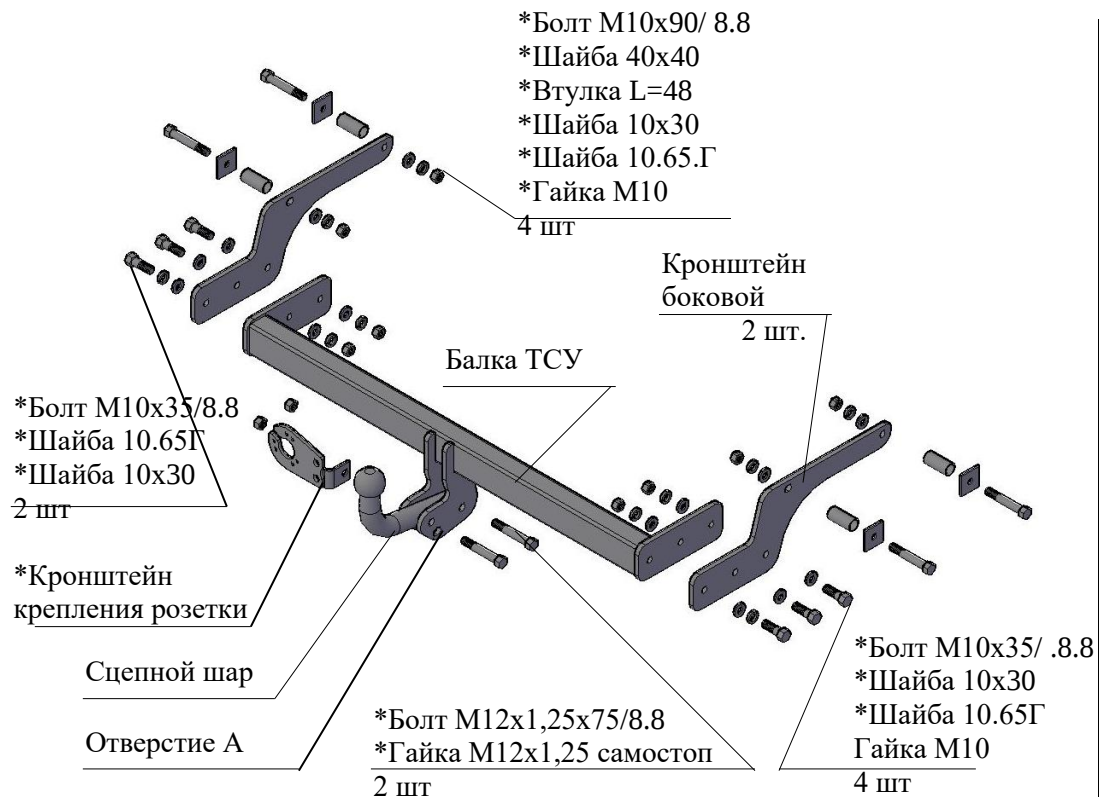

Рис.1 Тягово-сцепное устройство ТСУ 9011.
2.1 ТСУ 9011 в сборе (рис.1)	1 шт.
2.2. Пакет комплектующих (рис.1)	1 шт
4.6 Закрепить сцепной шар и кронштейн крепления розетки к кронштейнам шара болтами М12х1,25х75 и гайками М12х1,25 самостоп (предварительно кронштейн крепления розетки скрепить с уголком болтом М10х20 и гайкой М10 самостоп- на рис.1 условно не показано).